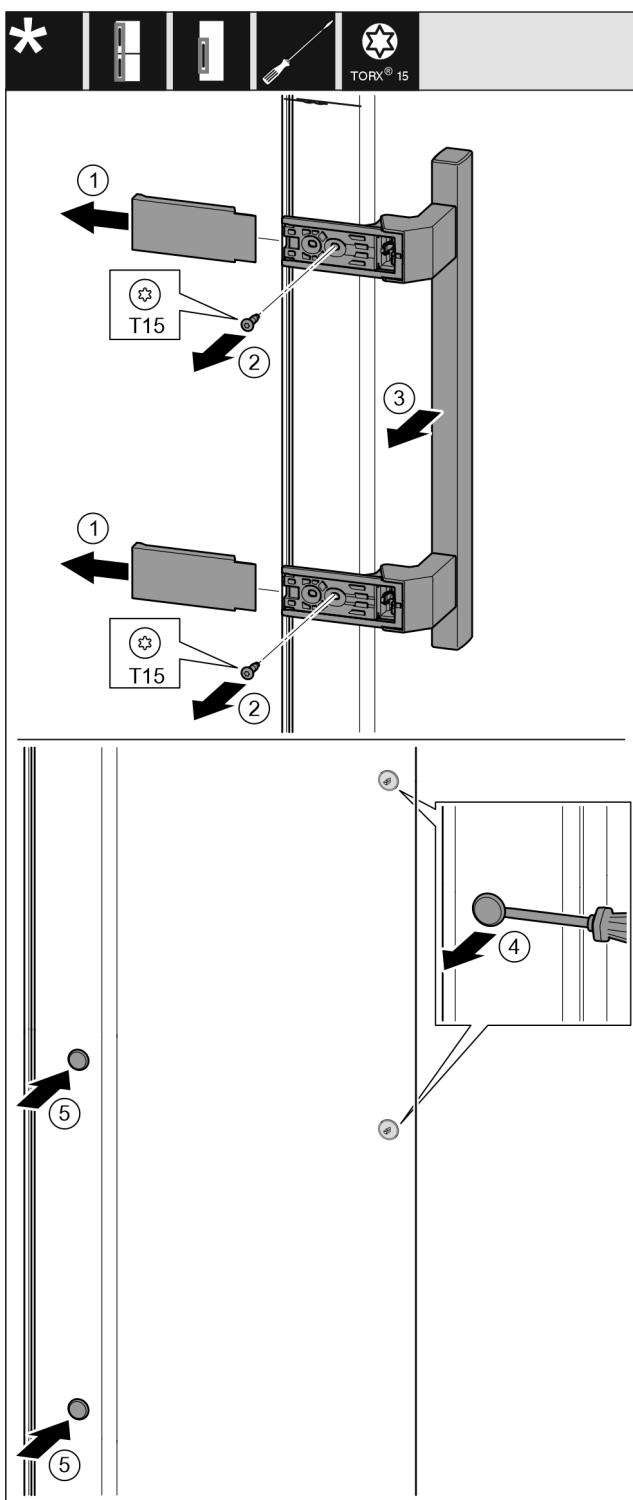

Fig. 13
- Stáhněte kryt. Fig. 13 (1)
- Šroubovákem T15 vyšroubujte šrouby. Fig. 13 (2)
- Sejměte madlo. Fig. 13 (3)
- Postranní zátku opatrně nadzvedněte plochým šroubovákem a vytáhněte. Fig. 13 (4)
- Zátku opět vložte na druhé straně. Fig. 13 (5)